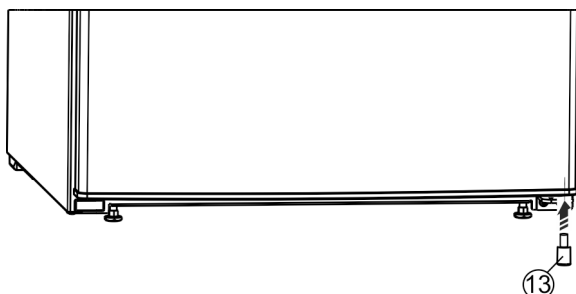

Fig. 8
- Pange distantsdetail Fig. 8 (13) all paremal ukse sisse tagasi, sest see on tähtis seadme seisustabiilsuse tagamiseks.